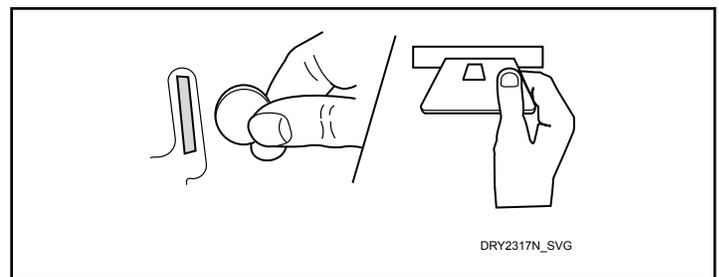

Figure 19
8. Pour les machines commerciales seulement, se référer à la *Figure 19*. Insérer des pièces de monnaie ou une carte de paiement.